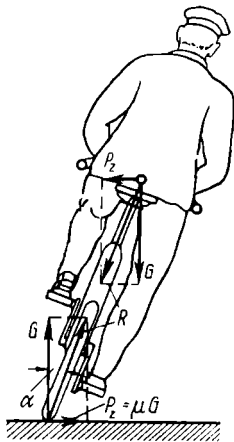

Bild 48
69. Ein Radfahrer durchfährt eine Kurve von 7 m Krümmungshalbmesser mit einer Geschwindigkeit 5 m/s. Das Gewicht des Mannes samt Rad beträgt 80 kp. a) Wie groß ist die Fliehkraft? b) Unter welchem Winkel α gegen die Lotrechte (Bild 48) muß der Fahrer sich mit dem Rade zur Seite neigen, um nicht nach der Außenseite der Kurve umzufallen? c) Welche resultierende Druckkraft übt das Rad auf den Boden aus? d) Wie groß muß die Reibungszahl zwischen Rad und Erdboden mindestens sein, damit das Rad nicht seitlich ausgleitet? e) Wie ändert sich der Reibungswinkel α mit dem Gewichte des Fahrers?